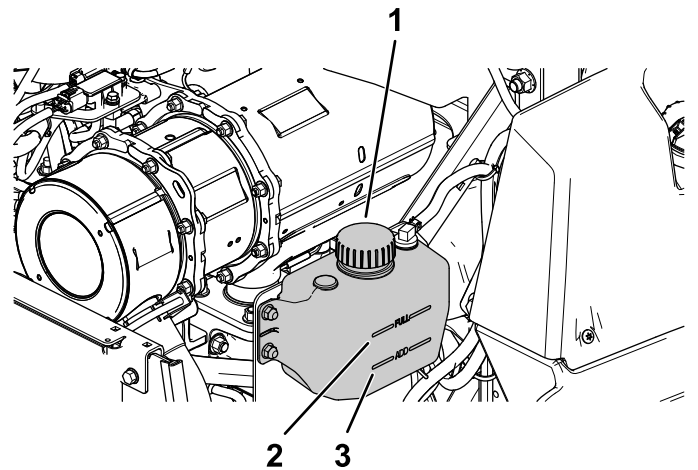

Figure 57
2. Vérifiez le niveau du liquide de refroidissement dans le vase d'expansion (Figure 57).
3. Si le niveau du liquide de refroidissement est trop bas, enlevez le bouchon du vase d'expansion et faites l'appoint de liquide spécifié (Figure 57).